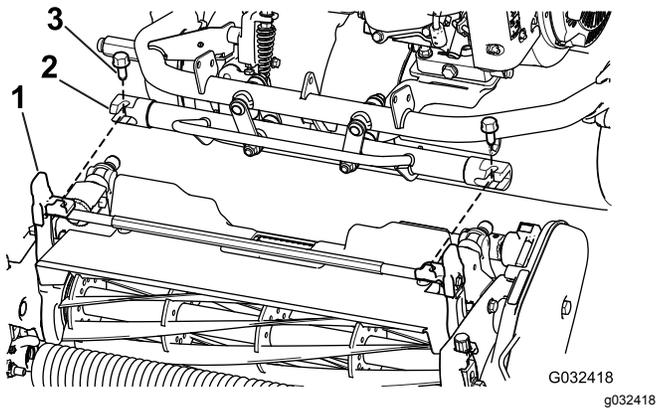

Figura 7
4. Manobre a estrutura da máquina para a frente até engatar nos braços articulados da unidade de corte Figura 7.
5. Fixe a estrutura da máquina aos braços articulados da unidade de corte com 2 parafusos (3/8 x 3/4 pol.) (Figura 7).